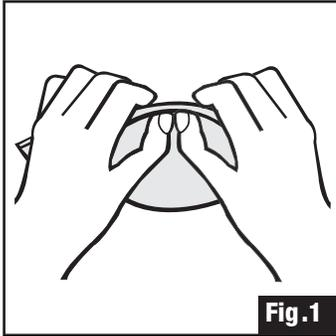

Fig. 1
1. Place fingers from both hands on top side of nosepiece. Place both thumbs underneath side of nosepiece and bend slightly at center of nosepiece (Fig. 1).
1. Placer les doigts des deux mains sur le dessus de la pince nasale. Placer les deux pouces sous la pince nasale et plier légèrement au centre de la pince nasale (Fig. 1).
1. Coloque los dedos de ambas manos en la parte superior de la pieza nasal. Coloque ambos pulgares debajo del lado de la pieza nasal y doble ligeramente en el centro de la pieza nasal (Fig. 1).